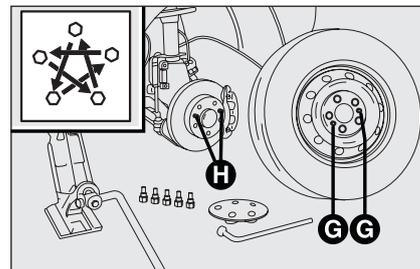

fig. 9
- monter la roue de secours, en faisant coïncider les trous G-fig. 9 aux pivots correspondants H. En montant la roue de secours, s'assurer que ses surfaces d'appui soient propres et sans
- serrer à fond les boulons, en passant alternativement d'un boulon à celui diamétralement opposé, selon le schéma illustré sur la fig. 9.